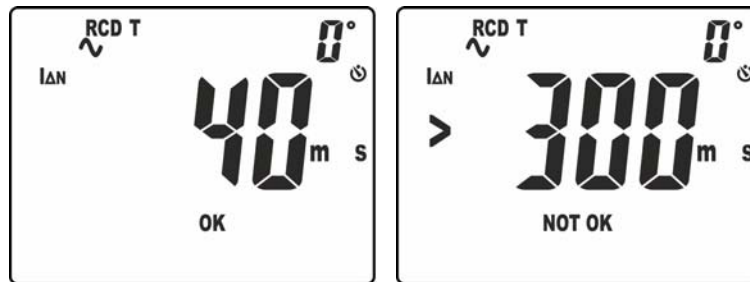

Abb. 35: Auslösezeit im manuellen Modus bei  $I_{\Delta n}$
10. Das korrekte Ergebnis der Messung erscheint im Display (siehe Abb. 35 – linke Seite) mit Angabe "OK".
11. Das inkorrekte Ergebnis der Messung erscheint im Display (siehe Abb. 35 – rechte Seite) mit Angabe "NOT OK". Der Summer gibt einen kurzen kontinuierlichen Ton ab.